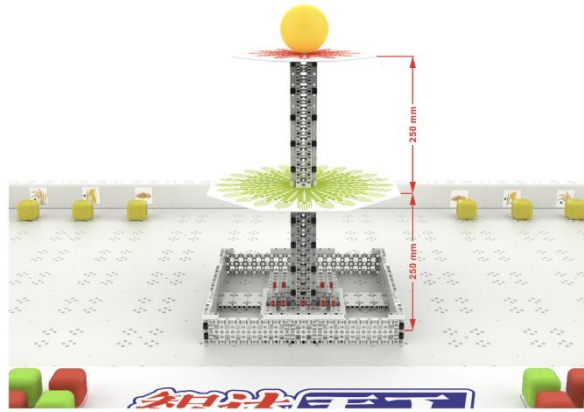

图8 种植塔结构示意图
1.种植塔：种植塔放置于场地中央种植塔区内，分底（正方形，边长约370mm，四周有约50mm高度的围栏）、中（正八边形，直径≤360mm，离地250mm）、顶（正八边形，直径≤260mm，离地500mm）三层。顶层放置有一个“五谷宝珠”，技术参数为：黄色，球体（直径约90mm），EVA材质，如图8所示。